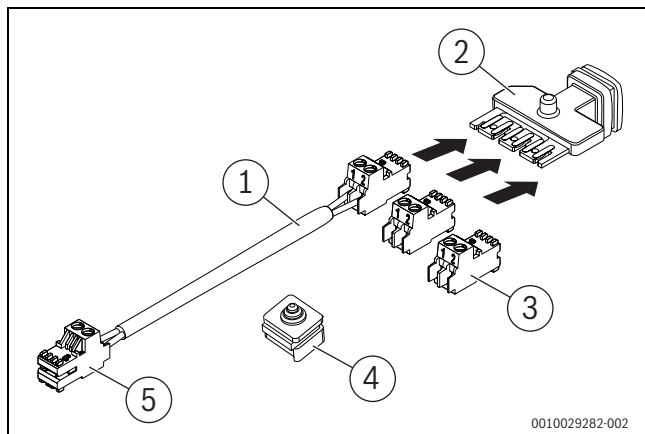

Bild 123 Lieferumfang Zubehör CS 37
- Kabel (→ Bild 123, [1]) mit Stecker an die EMS-BUS-Leiste (→ Bild 123, [2]) stecken.
- Beide Stecker (→ Bild 123, [3]) auf die Steckplätze der EMS-BUS-Leiste (→ Bild 123, [2]) stecken.
- EMS-BUS-Leiste (→ Bild 123, [2]) mit den Steckern nach unten in die Öffnung für die Kabeldurchführungen einsetzen.
- Mitgelieferte Kabeldurchführung (→ Bild 123, [4]) einsetzen.